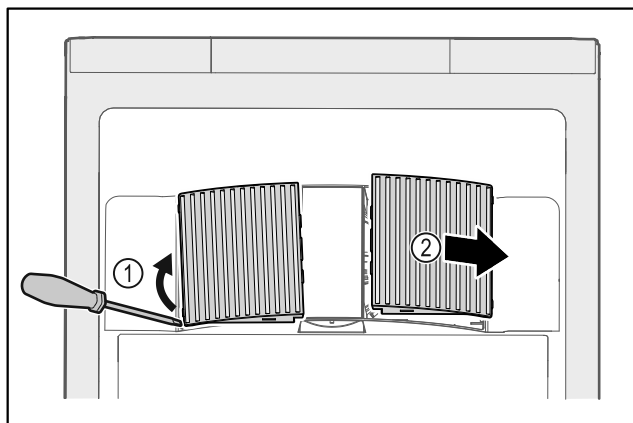

Fig. 173
- ▶ Opatrne vytiahnite kryty ventilátorov z bočnej strany Fig. 173 (1) a vyberte ich smerom dopredu Fig. 173 (2).